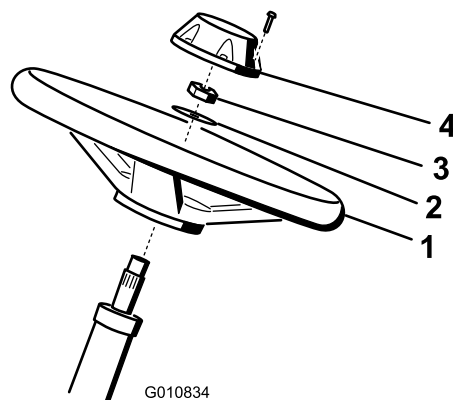

図 4
1. ハンドルをステアリング シャフトにはめ込む (図 4)。
2. ワッシャをステアリング・シャフトにはめ込む (図 4)。
3. ジャムナットでハンドルを固定し、2.8~3.6 kg.mに トルク締めする (図 4)。
(図 4)。